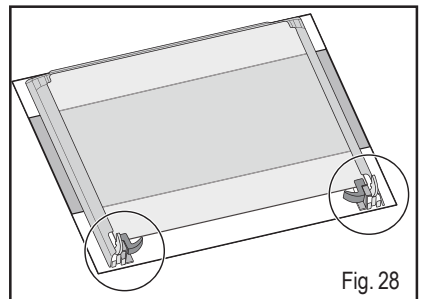

Fig. 28
6. Posez la porte sur une surface stable protégée par un linge pour éviter d'endommager la poignée (Fig. 28).